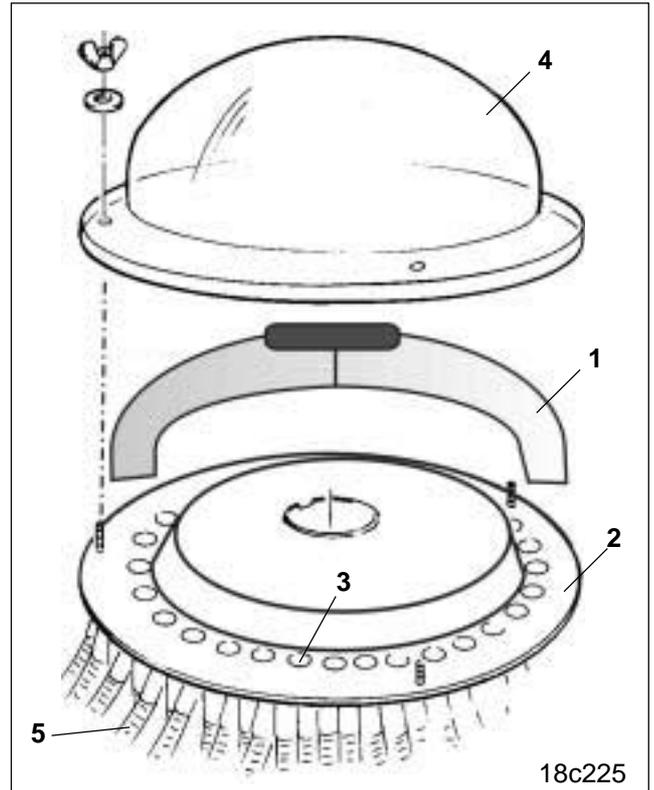
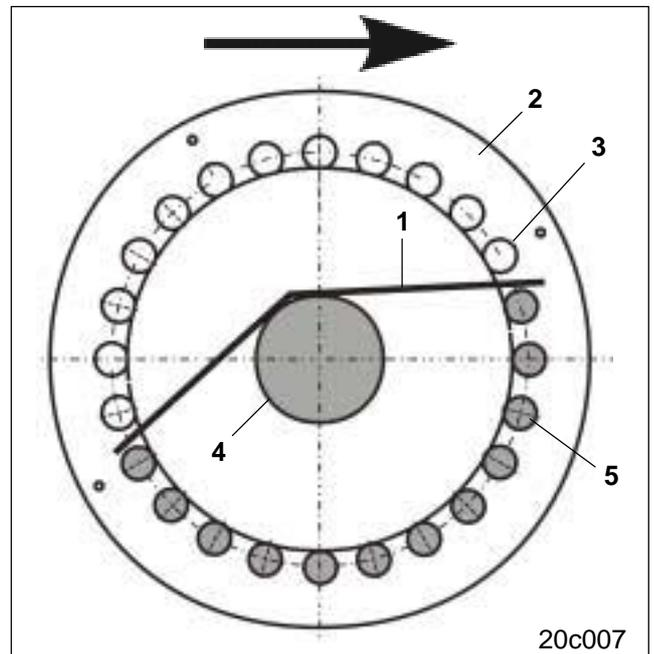

Fig. 26.10
Fig. 26.11
Mit dem Einsatz (Fig. 26.10/1) zum halbseitigen Verschließen der Ausläufe im Verteilerkopf wird der Saatgutstrom auf die Hälfte aller Ausläufe (Fig. 26.10/3) und damit auf die Hälfte aller Schare verteilt. Wahlweise kann so die Saatgutzufuhr zu den Scharen auf der rechten oder der linken Maschinenhälfte unterbrochen werden und mit der anderen Maschinenhälfte gesät werden.
- Verteilerhaube (Fig. 26.10/4) demontieren
- den Einsatz (Fig. 26.10/1 bzw. Fig. 26.11/1) so auf die Verteilerplatte (Fig. 26.10/2 bzw. Fig. 26.11/2) aufsetzen, dass die gewünschten Ausläufe vom Einsatz verschlossen werden.
- In der Draufsicht (siehe Fig. 26.11) befinden sich
- die geschlossenen, nicht schraffierten Ausläufe (Fig. 26.11/3) auf der dem Wellrohr (Fig. 26.11/4) abgewandten Seite
- die offenen, schraffiert dargestellten Ausläufe (Fig. 26.11/5) auf der dem Wellrohr (Fig. 26.11/4) zugewandten Seite.
- Kontrollieren Sie in jedem Fall am Verlauf der Saatileitungsschläuche (Fig. 26.10/5), ob der Einsatz den Saatgutstrom zu den gewünschten Scharen verschließt.
- Markieren Sie den Sitz des Einsatzes mit einem geeigneten Stift auf der Verteilerplatte (Fig. 26.11/2), damit Sie bei nachfolgenden Einsätzen die Position des Einsatzes auf der Verteilerplatte schnell wiederfinden.
- Befestigen Sie die Verteilerhaube (Fig. 26.10/4) am Verteilerkopf. Beim Befestigen der Verteilerhaube wird der Einsatz (Fig. 26.10/1) festgeklemmt.